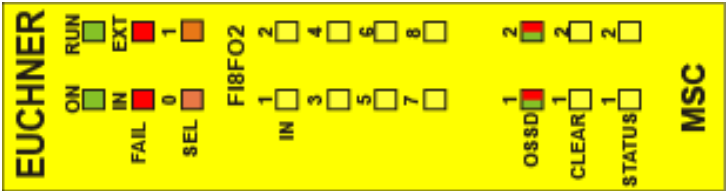

Fig. 33:
8.4.3. Módulo FI8FO2 (Fig. 33)